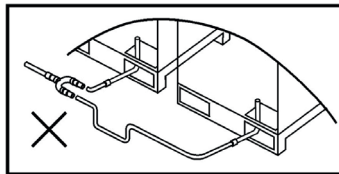

Рисунок 9.6.4
9.6.3.1 Соединительные трубопроводы, соединяющие наружные блоки, необходимо располагать горизонтально, а средняя соединительная секция должна находиться на одном уровне с другими — опускание этой секции, как показано на рис. 9.6.4, недопустимо.